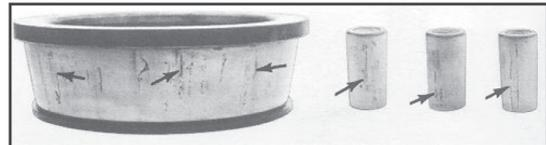

Figura 44
- D. Corrosão (causada pela ação química) ou cavidade nas superfícies de funcionamento (Figura 44);